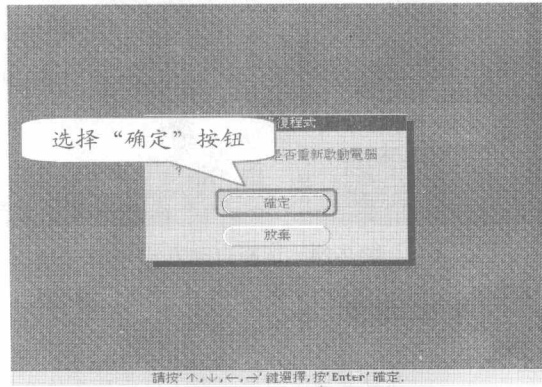

图 7-21 提示用户是否重新启动电脑
步骤④ 单击“确定”按钮，在如图 7-21 所示的对话框中单击“确定”按钮，重新启动电脑后即可显示找到的分区。